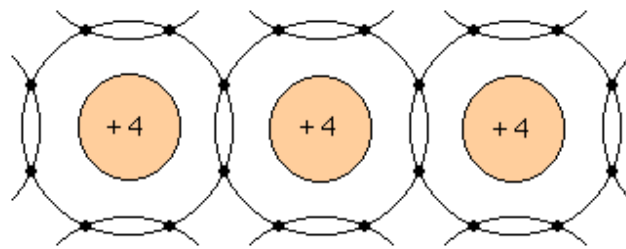

Figura 3.17. Átomos de silicio
*Ya se sabe que los semiconductores intrínsecos son aquellos que no tienen impurezas, esto es, todos son átomos de Si, figura 3.17*